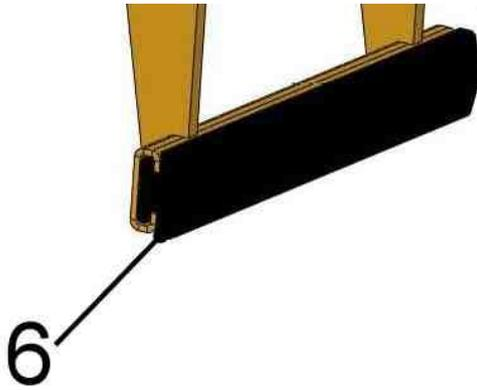
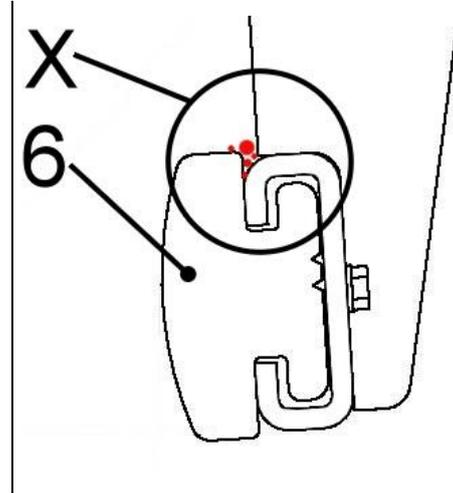

Fig.. 1
Fig. 2
Inspección periódica de la suciedad (por ejemplo, pequeñas partículas de piedra) en el área superior (ver "X" en la figura 2) de los remaches de goma (6) → ver fig.1 / fig.2.
**Problema:** La suciedad puede dañar las mordazas de goma (6) durante el agarre en esta zona (presionando partículas de piedra en el caucho).
**Remedio:** Retire la suciedad en esta zona de los ojales de goma (6), o quite y limpie las mandíbulas de caucho de goma si la suciedad es pesada.